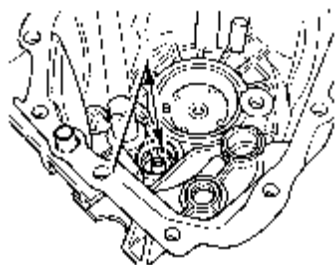

图 9-72 滚柱套筒安装位置
(3) 滚柱套筒的安装位置应保证图 9-72 中尺寸 $a=216\text{mm}$ 。